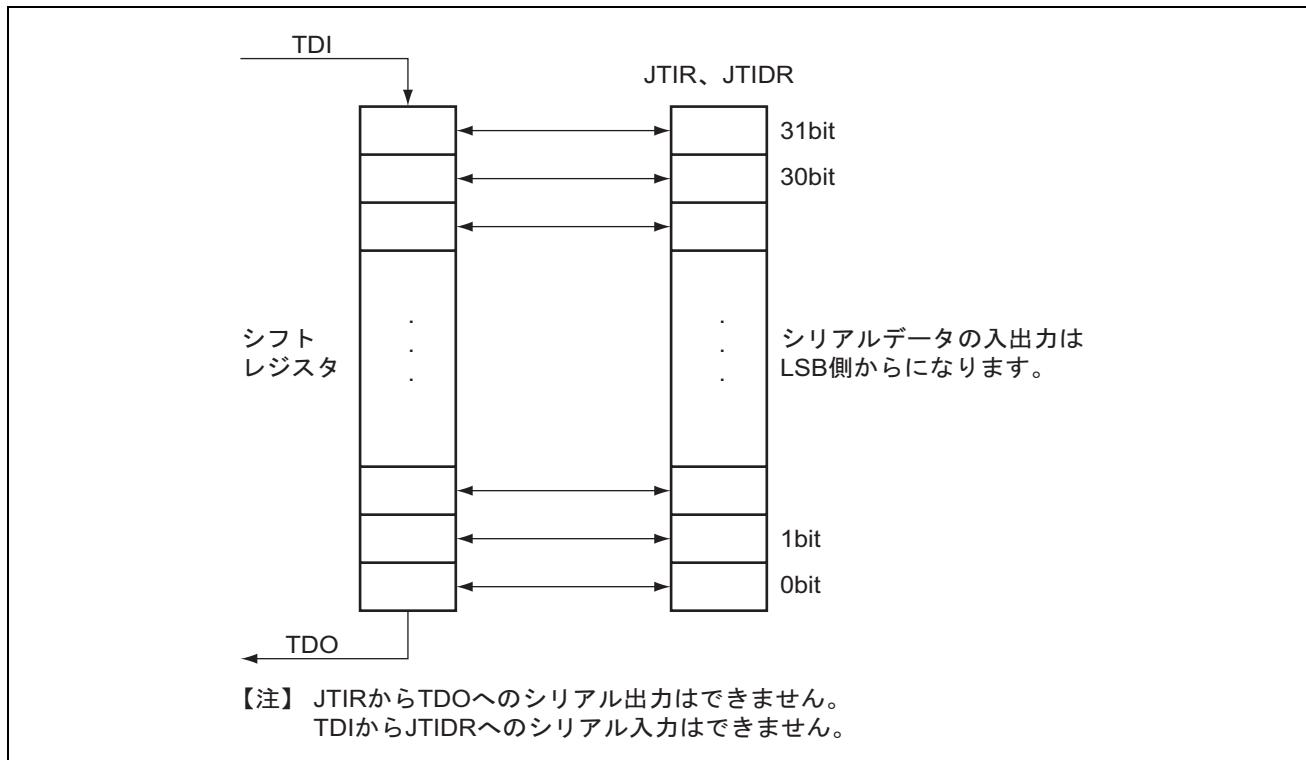

図 23.3 シリアルデータ入出力
- シリアル転送時、データの入出力はLSB側からとなります。図23.3に示します。